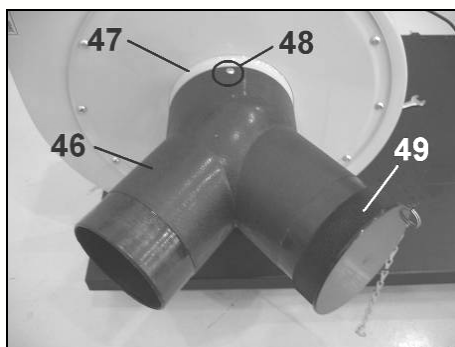

Fig 23
- Emmanchez le connecteur (46) sur l'entrée du ventilateur (47) et fixez-le avec la vis cruciforme (48) (Fig 23).
- Emmanchez le bouchon obturateur (49) sur l'une des deux entrées du connecteur (46).